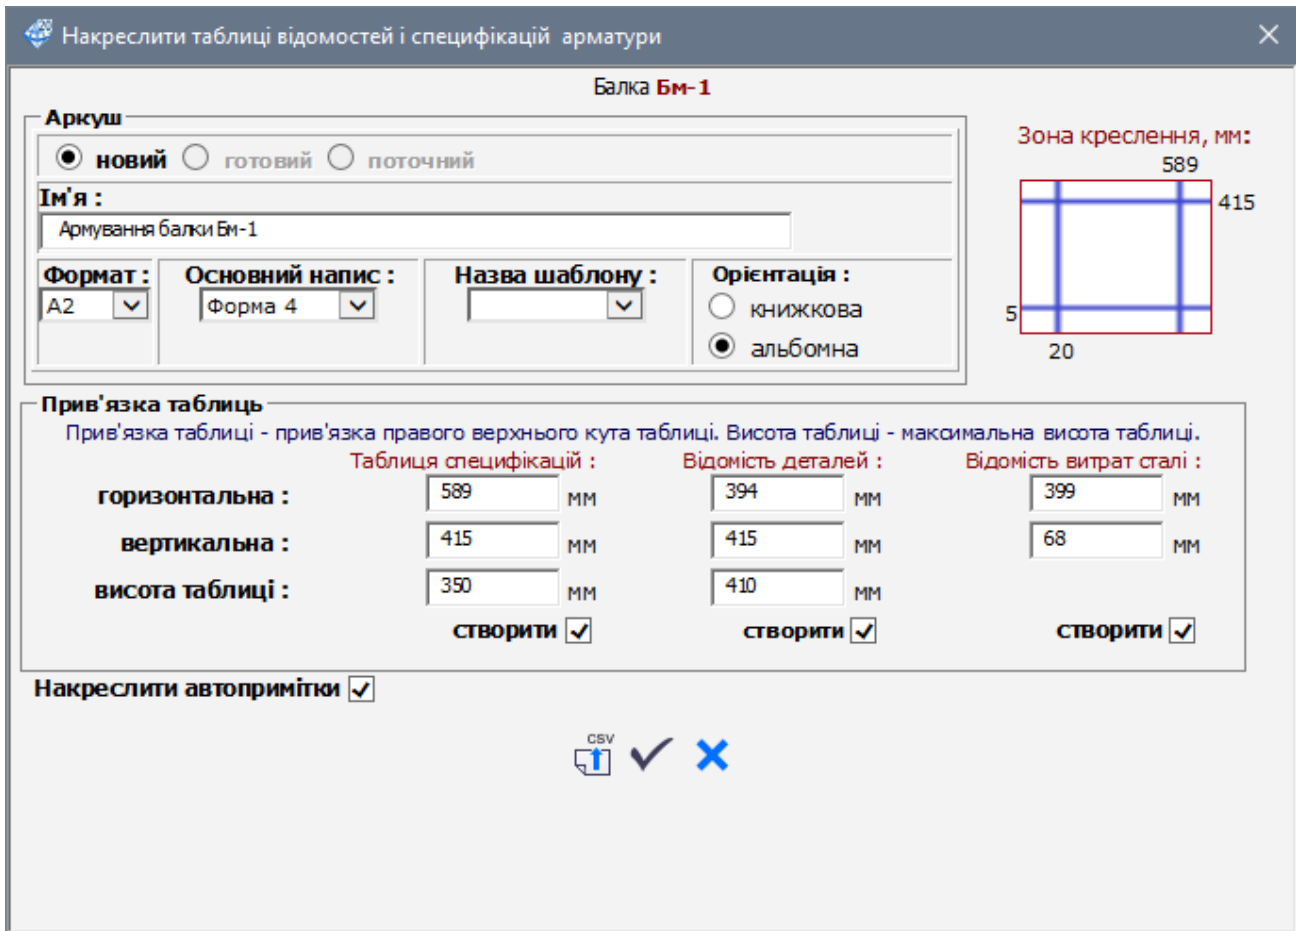

Рис. 27.33. Діалогове вікно **Вичертити таблиці відомостей і специфікацій арматури**
- Викличте діалогове вікно **Накреслити таблиці відомостей і специфікацій арматури** (рис. 27.33) натисканням по кнопці **Помістити на креслення...**.